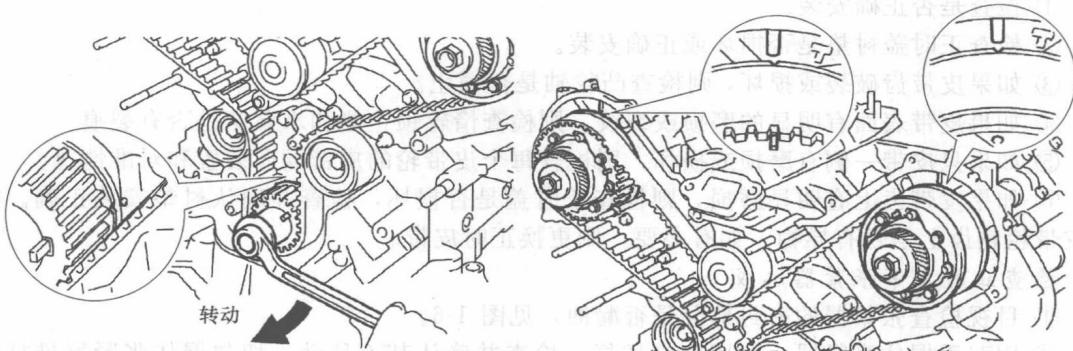

图 1-3 发动机正时标记对准
- 顺时针旋转曲轴，使曲轴正时皮带轮和凸轮轴正时皮带轮的正时标记如图 1-3 所示。